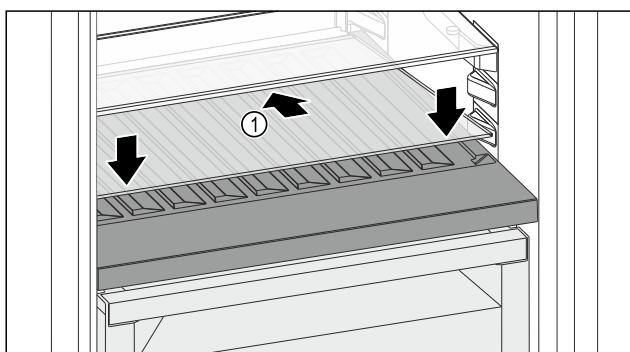

Fig. 167
- Skleněnou desku Fig. 167 (1) zasuňte šikmo a skloněnou dozadu dolů.
- Skleněnou desku Fig. 167 (1) vpředu spus'tte dolů.